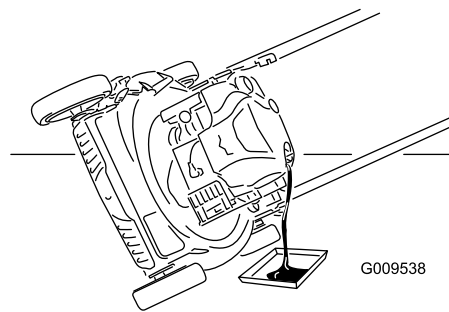

Figure 19
3. Inclinez la tondeuse sur le côté (filtre à air vers le haut) pour vidanger l'huile usagée par le goulot de remplissage (Figure 19).